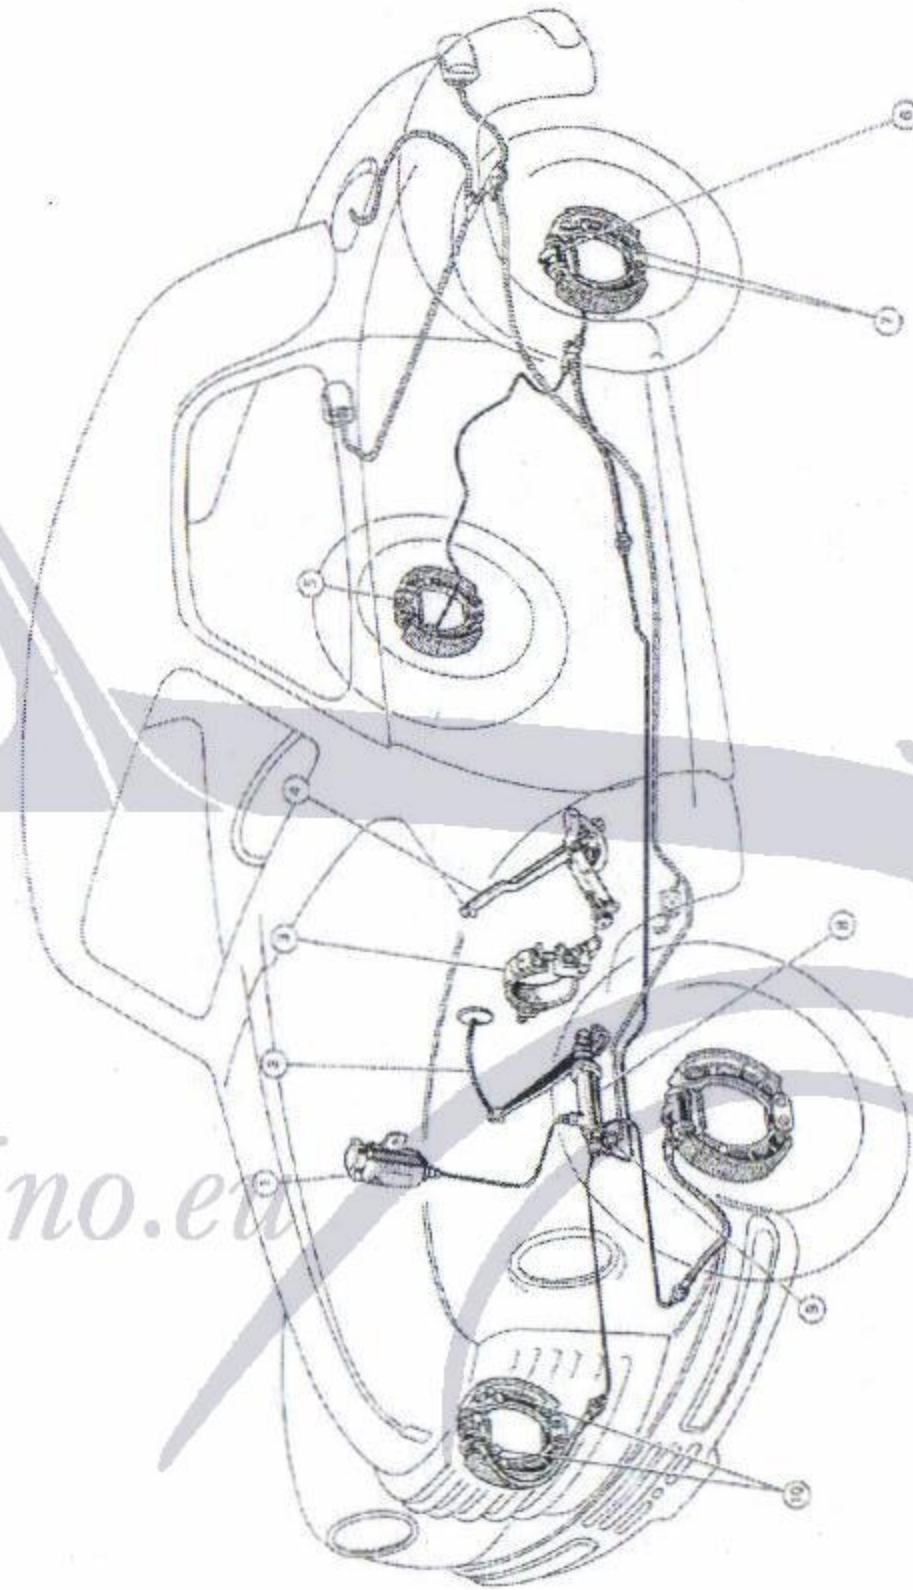

Fig. 39. - Schema dei freni idraulici alle ruote e meccanismo sulla trasmissione.
- Sfilare il perno eccentrico inferiore d'articolazione di ciascuna ganasca freno (7, fig. 39) e rimontarlo ruotato di un dente o due, allo scopo di avvicinare la guarnizione al tamburo, fino a ridurre il giuoco, misurato all'estremità corrispondente della guarnizione, pari a 0,1 mm circa.
- Agire quindi sugli eccentrici superiori d'appoggio delle ganasce (10, fig. 39), in modo da portare a 0,3 mm all'incirca il giuoco fra guarnizione e tamburo, in corrispondenza degli eccentrici suddetti.
freno (7, fig. 39) e
ganasce (10, fig. 39),
- Togliere il tappo (5, fig. 39) con la relativa piastrina di sicurezza; svitare di qualche giro la vite di spurgo fissata sul cilindretto di comando ganasce ed avvitare al posto del tappo uno speciale raccordo, munito di un tubetto di gomma per lo scarico del liquido.